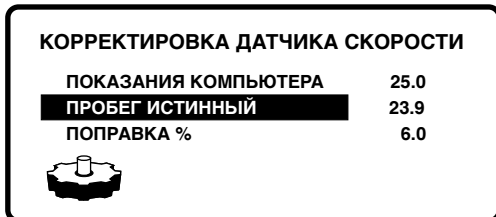

Рис. 4.6
☞ [↔] - *подтвердите свой выбор*, на экране появится подменю установок. Например, рис. 4.6.
1. ☞ [↔] - *входим в установку первого разряда*. Например рис. 4.6. Цифровое поле инвертируется и мигает устанавливаемый разряд.